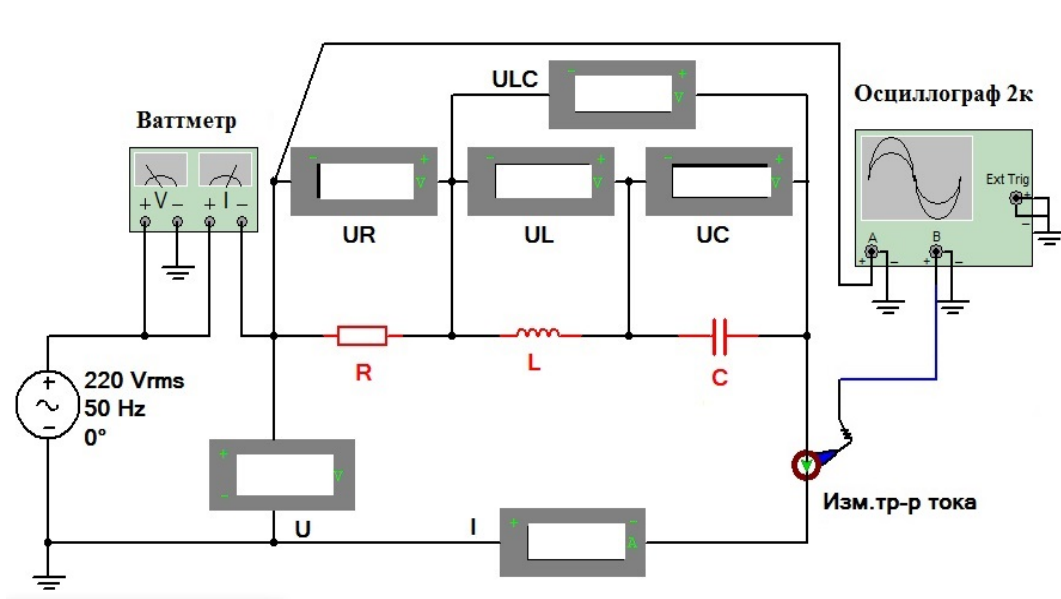

Рис. 3.1
1. Собрать в MultiSim схему электрической цепи с последовательным соединением элементов  $R, L, C$  (рис. 3.1). Возможно, также использовать копию примера, поскольку схема одна для всех вариантов задания, но параметры ЭЦ различны (см. ссылку 33).
3. Выполнить исследование последовательного колебательного контура (рис. 3.1) при изменении емкости конденсатора  $C$  и заполнить табл. 3.2. Измерения выполнить в MultiSim. Расчеты выполнить любым способом, включая компьютерные приложения: MathCad, Excel и другие.